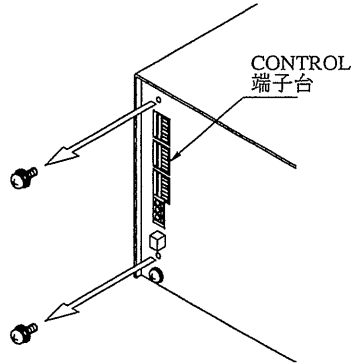

図 1-8
② 図 1-8 のように CONTROL 端子台の上下のネジを外します。